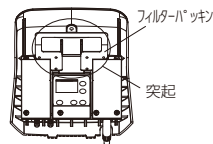

図 5
- ⑦フィルターを取り付け、フィルターパッキンが正しく装着されているか確認してください。フィルターパッキンが外れた時は、フィルターパッキンの8つの穴をフィルターカバーの突起に取り付けてください。(図 5)
- ⑧フィルターカバーを装着します。